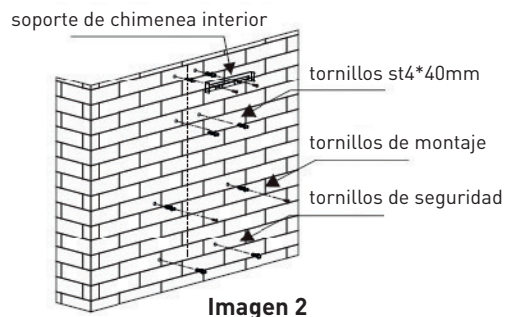

Imagen 2
3. Después de decidir la altura de la campana extractora, mida la posición de los orificios para colgar la campana y el soporte interior de la chimenea. Realice 8 orificios para colocar tacos, 2 para el soporte interior de la chimenea y 2 para colgar la campana y para mantener la campana nivelada. La posición fija del soporte interior de la chimenea es el lugar más alto de la chimenea. Consulte la imagen 2.
4. Atornille 2 tornillos de 4 x 30 mm en la pared con sus tacos de pared. Los tornillos de montaje instalados deben quedarse entre 3 y 5 mm fuera de la pared para colgar la campana. Luego, utilice 2 tornillos de 4 mm x 40 mm para fijar el soporte interior de la chimenea. Consulte la imagen 2.